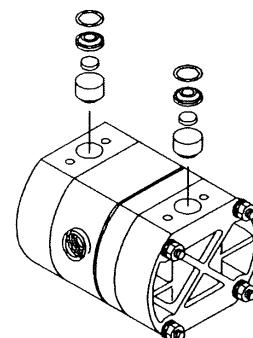

Fig. 4.8
- Retire la junta tórica, el asiento de la válvula, la válvula de disco y la tapa de la válvula (fig. 4.8).